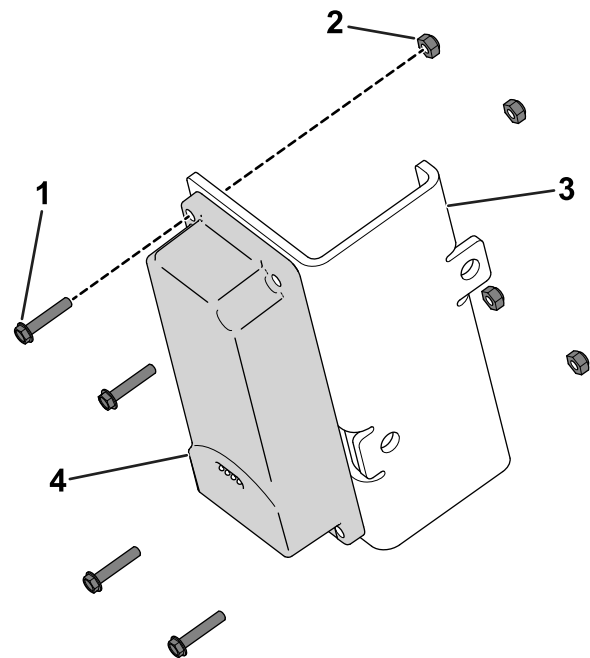

Figure 6
- Utilice 4 pernos de cabeza hexagonal (n.º 10 × 1") y 4 contratuercas (n.º 10) para sujetar el dispositivo telemático al soporte del dispositivo (Figure 6).